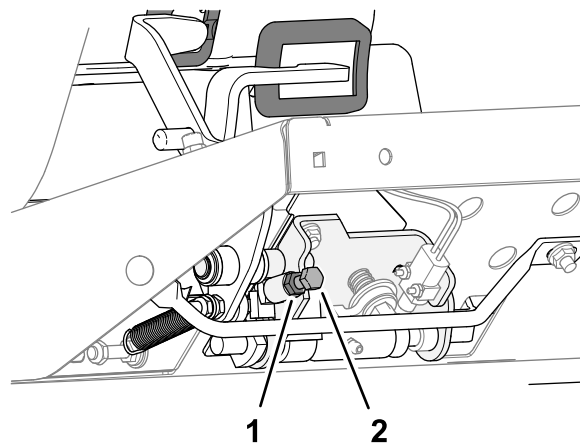

Figura 86
- Pentru a reduce viteza de cosit, rotiți urubul de limitare viteză (Figura 86) în sensul acelor de ceasornic.